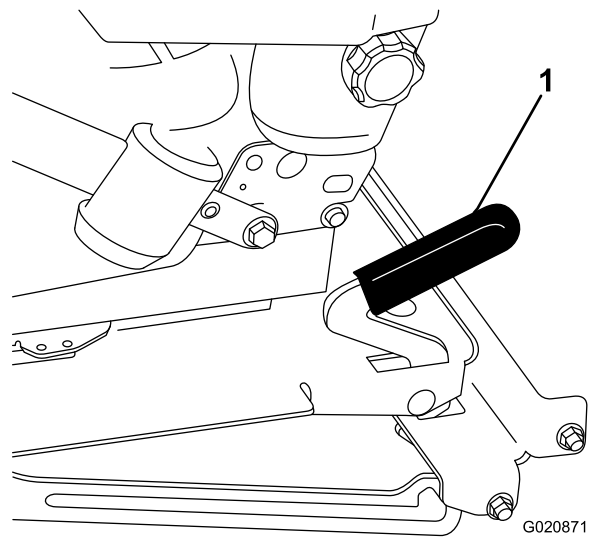

Bild 33
2. Ziehen Sie den Sitzriegel nach vorne und oben, um den Sitz zu entriegeln (Bild 33).